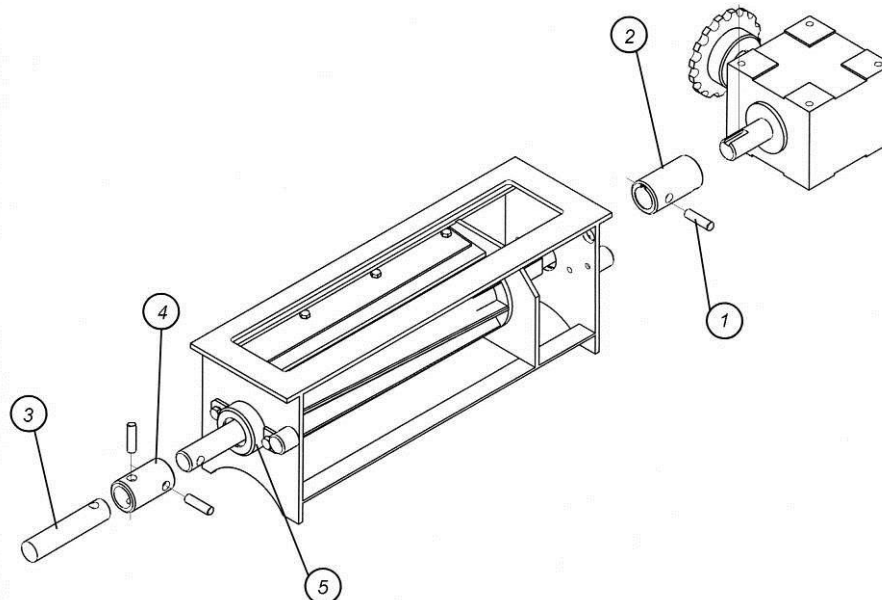

Рис. 6.2.4. Разборка заднего дозатора
1. Вынуть штифт 1 и разобрать муфту 2, соединяющую редуктор с валом (рис. 6.2.4).